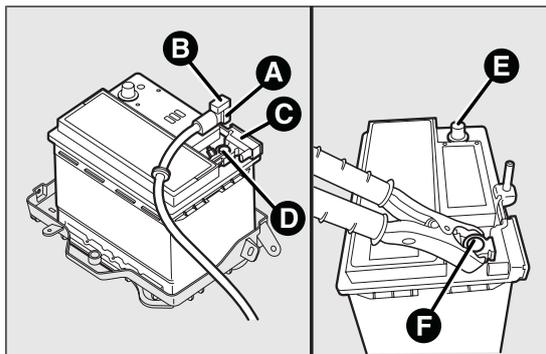

fig. 175
in presenza del sistema Start&Stop (RADSOK): fig. 175
- collegare il cavo positivo dell'apparecchio di ricarica al polo positivo di batteria E ed il cavo negativo al morsetto del Sensore IBS F come da fig. 175;
- dopo aver scollegato l'apparecchio di ricarica, ricollegare il connettore A al Sensore IBS C come da fig. 175.